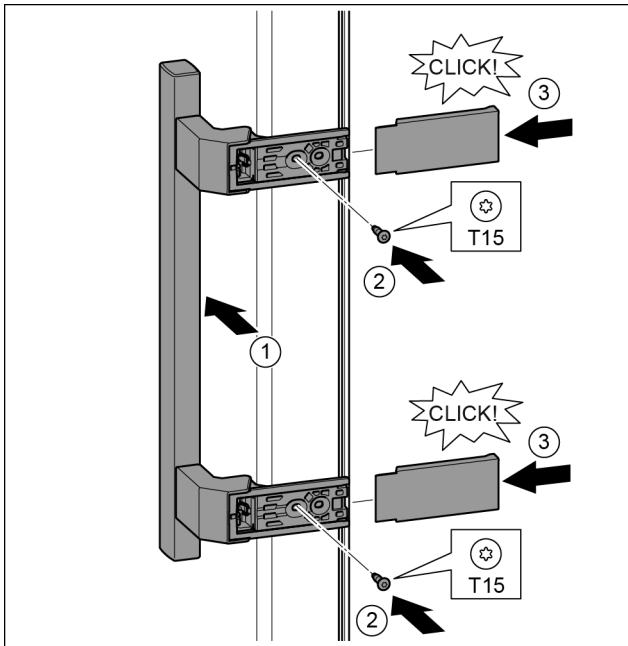

Fig. 21
- ▶ Držadlo nasadíte na opačnú stranu. Fig. 21 (1)
- ▶ Skrutkovačom T15 pevne zaskrutkujte skrutky. Fig. 21 (2)
- ▶ Kryt nasadíte a nasuňte z boku. Fig. 21 (3)